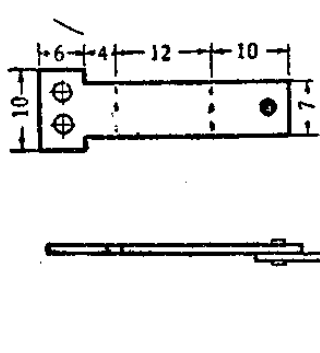

图 9-22
5. 簧片与接点: 动簧片是用弹性較好的銅片做成的, 如图9-22。